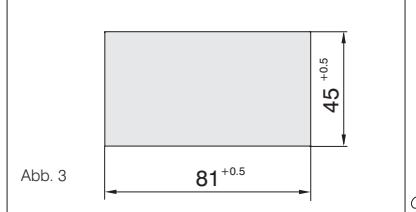

Abb. 3
- In der Schaltafel einen Ausschnitt wie in Abb. 3 ausführen.
- realizar, en el panel, una abertura como la ilustrada en la fig. 3